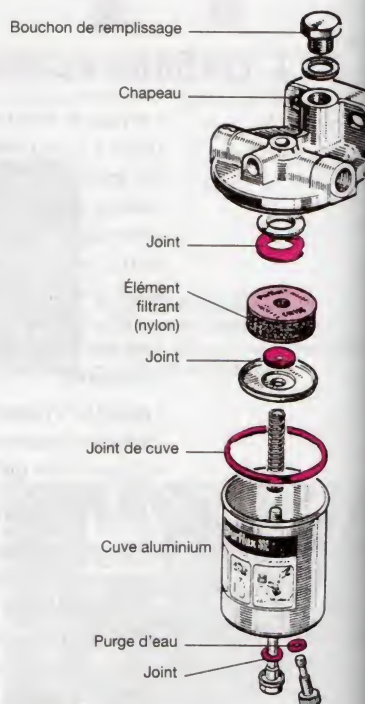

Figure 19.4. Exemples de préfiltre à grande capacité de filtrage Purflux
- les *préfiltres à grande capacité* de filtrage (fig. 19.4), indispensables sur applications agricoles, travaux publics, etc. Un ou plusieurs éléments lavables (tissus de nylon, feutres, tamis métallique) permettent un entretien facile et peu fréquent ;